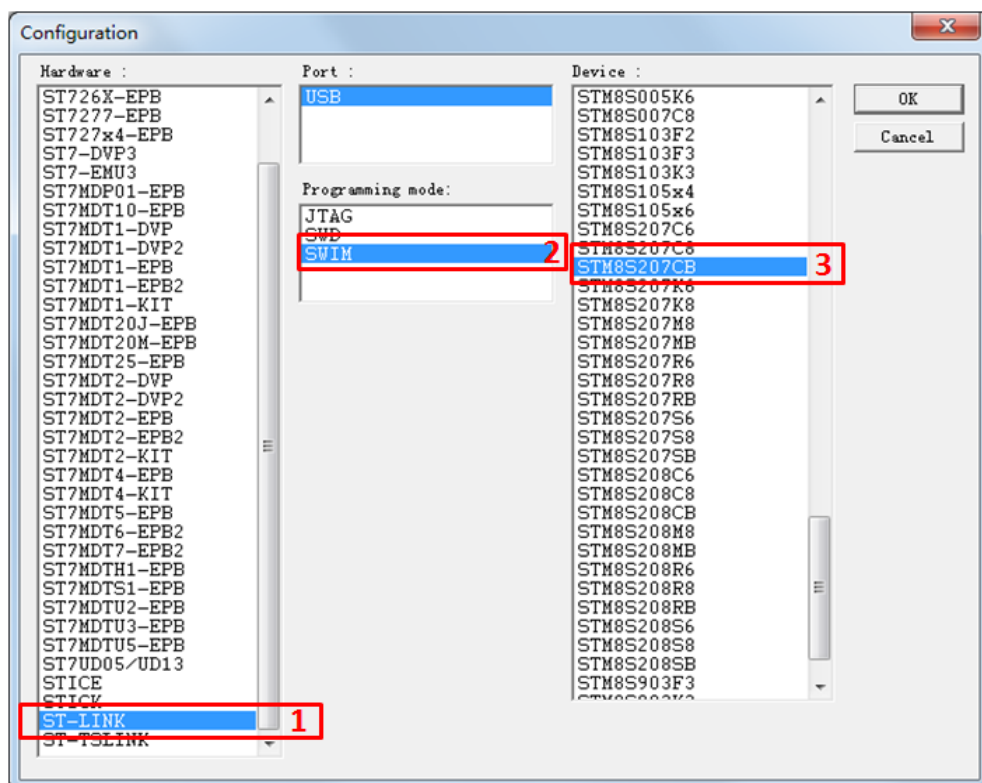

图 3.1-1 配置 STVP
- 3) 打开 ST Visual Programmer, 点击“configure”, 在“Hardware”、“Programming mode”、“Device”中分别选择: “ST-LINK”、“SWIM”、“STM8S207CB”, 点击“OK 确定”, 如图 3.1-1 所示;